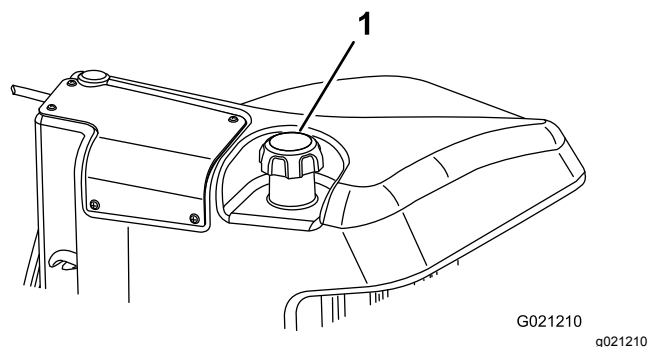

Рисунок 27
3. Снимите крышку топливного бака (Рисунок 27).